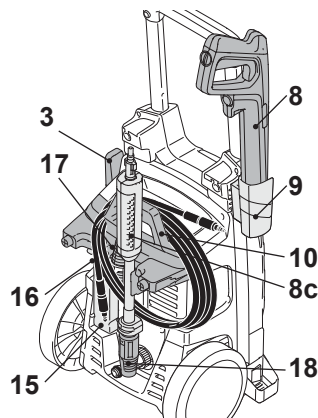

Fig. 12
Folosiți suportul / mânerul furtunului (10) pentru a depozita furtunul de presiune (16) (Fig. 12).
Folosiți suportul cablului de alimentare (3) pentru a depozita cablul de alimentare (Fig. 12).
Utilizați suportul superior al pistolului de pulverizare (9) pentru a depozita pistolul de pulverizare (8) (Fig.12).
Accesorii (rezervorul de soluție, duza, lancea de extensie) pot fi depozitate în spatele produsului. (Fig. 12).